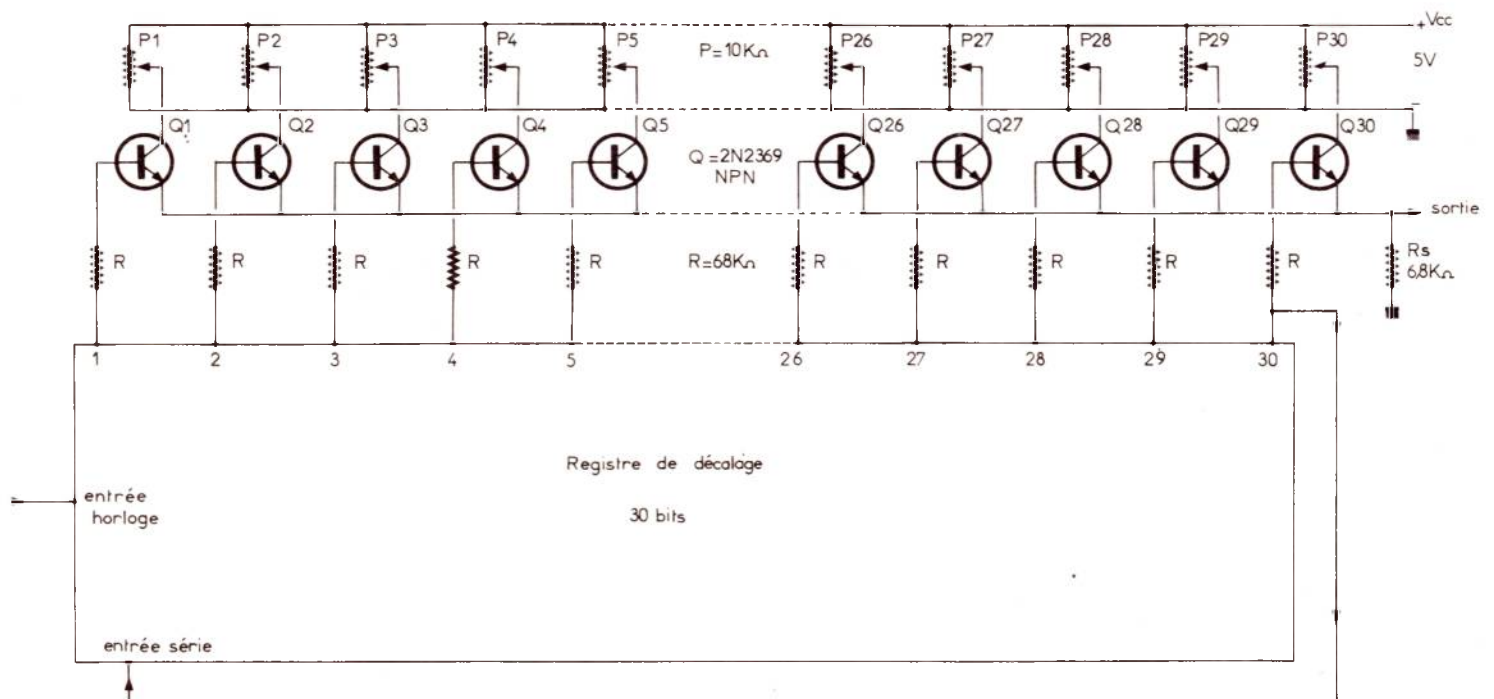
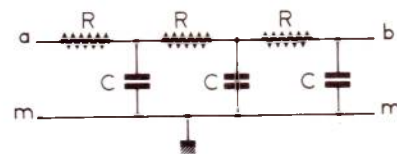
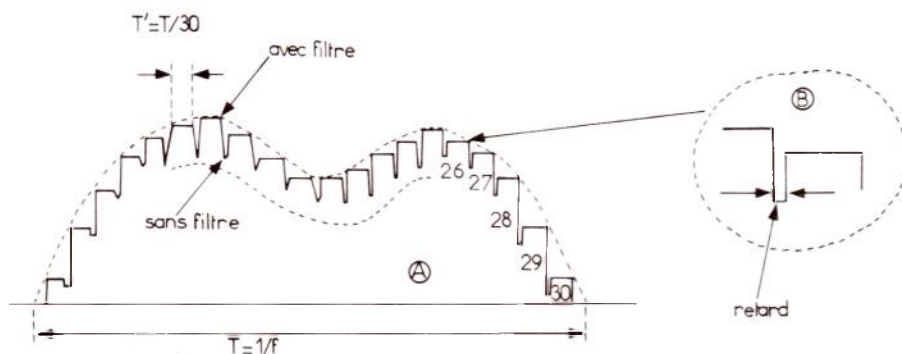
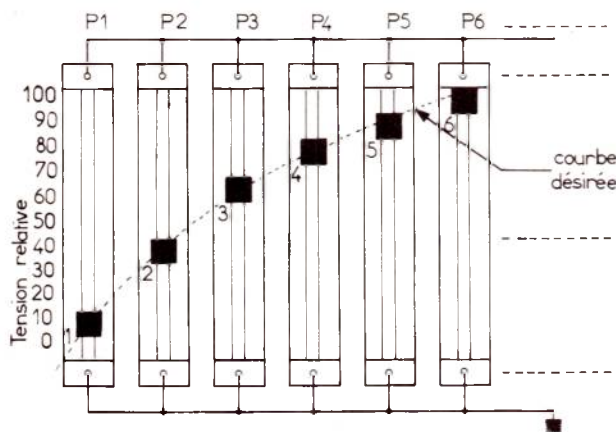

Figure 3
Figure 7
Figure 4
Figure 5
Le générateur de la **figure 3** est particulièrement intéressant, car il permet d'obtenir à sa sortie, un signal périodique de **forme quelconque**, y compris les formes régulières classiques telles que les suivantes : sinusoïdale, rectangulaire, triangulaire et les formes dérivées de celles-ci.
A la **figure 4** on a dessiné en pointillé une forme **quelconque** de courbe représentant la variation de la tension de sortie du générateur en fonction du temps durant une période  $T = 1/f$ , étant la fréquence du signal périodique. Le montage de la **figure 3** est proposé par S. GANESAN et B.L. SUBBARYA dans ELECTRONICS ENGINEERING, mi-septembre 1978.
Ce montage donne un signal composé d'impulsions dont le pointillé est l'enveloppe. En (B) de la **figure 4** on donne la forme de ces impulsions.
A l'entrée « horloge » du registre de décalage (en bas et à gauche sur le schéma de la **figure 3**) un oscillateur doit être branché afin de produire les impulsions de période  $T' = T/30$  (ou  $T' = T/n$ ), ce qui correspond à une fréquence  $f' = 30 f$  ou  $nf$ , n étant un nombre entier quelconque.
Soit le cas de la courbe de la **figure 4** dont la partie du début est reproduite à la **figure 5**. Sur cette dernière, on a disposé les curseurs selon la courbe.
3) La suppression des impulsions disposées sur l'enveloppe en pointillés (voir **figure 4**), peut être obtenue partiellement à l'aide de filtres passe-bas, comme indiqué à la **figure 7**.